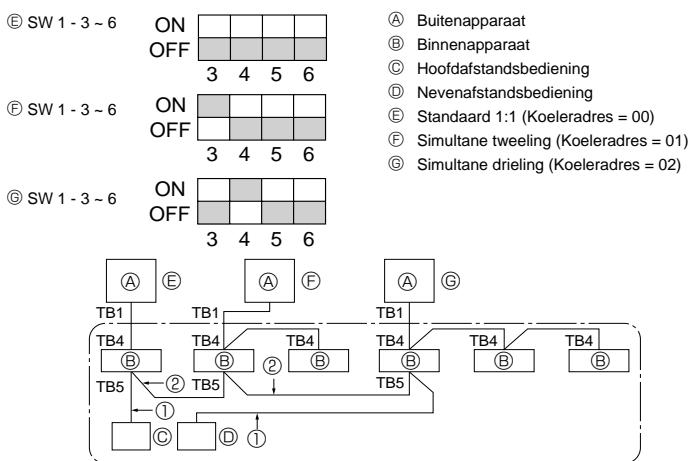

Fig. 10-1
① Elektrische voeding (stroomonderbreker).
- ② Zet na het sluiten van de gasafsluitkraan de SWP-schakelaar op het bedieningspaneel van het buitenapparaat op ON. De compressor (buitenapparaat) en ventilators (binnen- en buitenapparaat) slaat aan en het terugwinnen van de koelstof begint. LED1 en LED2 op het bedieningspaneel van het buitenapparaat branden.
10. Het systeem controleren (Fig. 10-1)